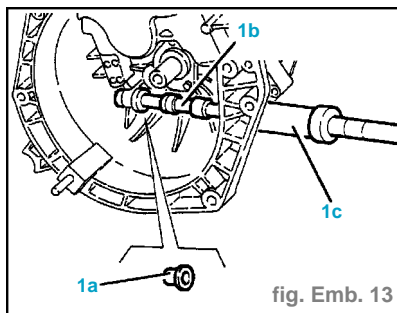

fig. Emb. 13
- Déposer la douille antiglissement interne (1a) avec les outils 1.821.253.000 (1b) et 1.840.206.001 (1c) (fig. Emb. 13).